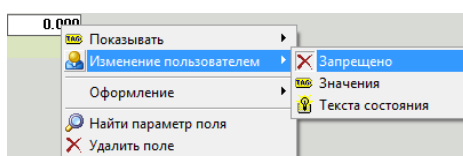

Рис. 4.46
- 2) **способ изменения значения параметра.** Откройте контекстное меню поля, выберите «Изменить пользователем» и установите интересующий Вас способ изменения значения параметра (рис. 4.46).